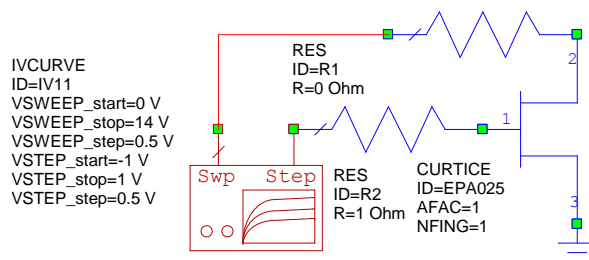

Рис. 1
3.3.1 Рассчитать вольтамперные характеристики заданной нелинейной модели полевого транзистора СВЧ. Рис. 1